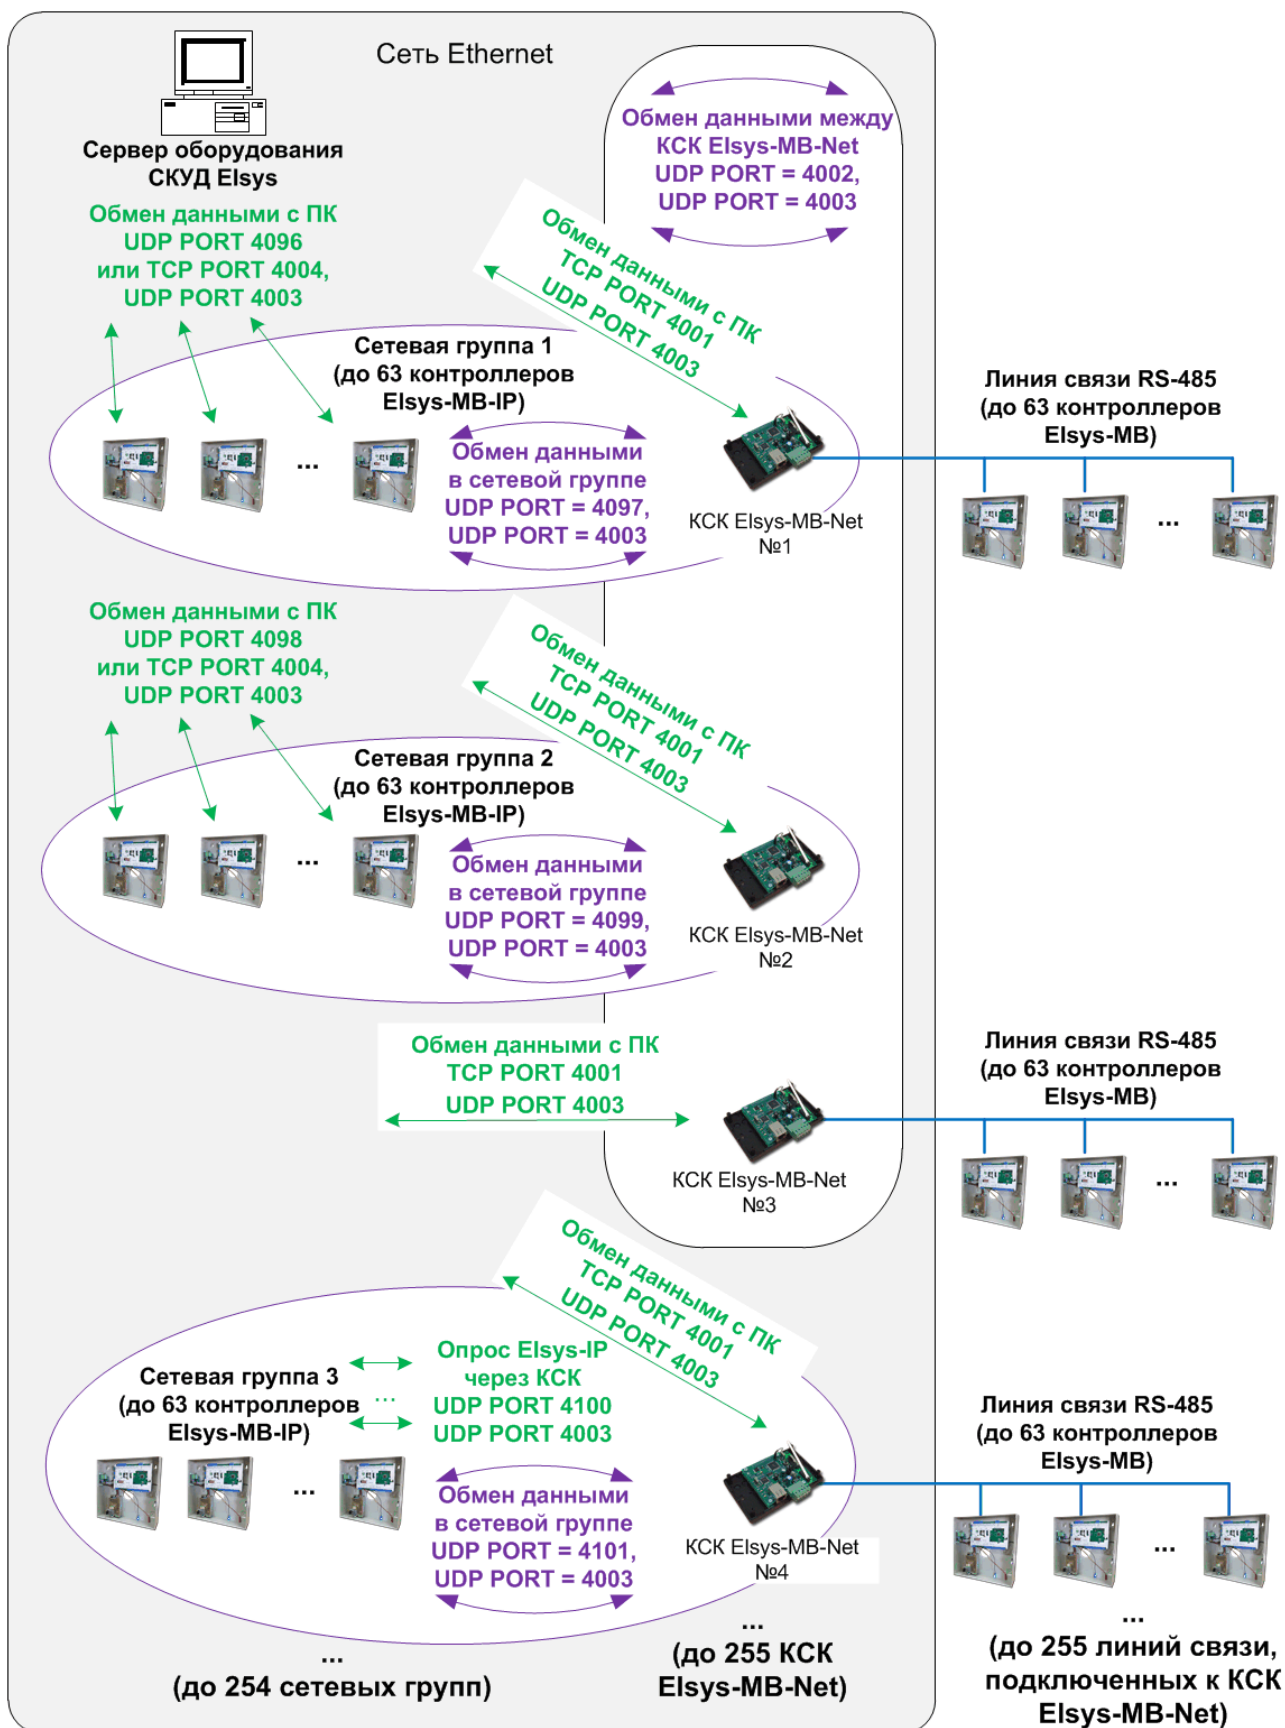

Рис. 2 – Использование контроллеров Elsys-MB-IP в составе СКУД Elsys
Структурная схема СКУД Elsys, иллюстрирующая взаимодействие контроллеров Elsys-MB-IP с другим оборудованием СКУД Elsys и с управляющим программным обеспечением, приведена на Рис. 2.
- через преобразователь интерфейсов Elsys-RC-232/485 или Elsys-CU-USB-232/485 соответственно к COM или USB порту персонального компьютера (на Рис. 2 этот способ не показан);